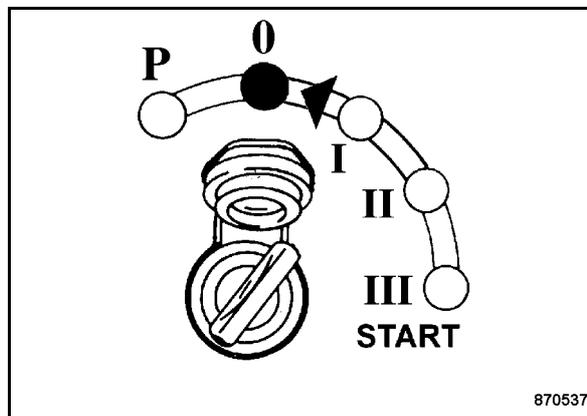

Рис. 64
- Переключить выключатель стартера (Рис. 64) в положение "0" или "P" и вынуть ключ зажигания.